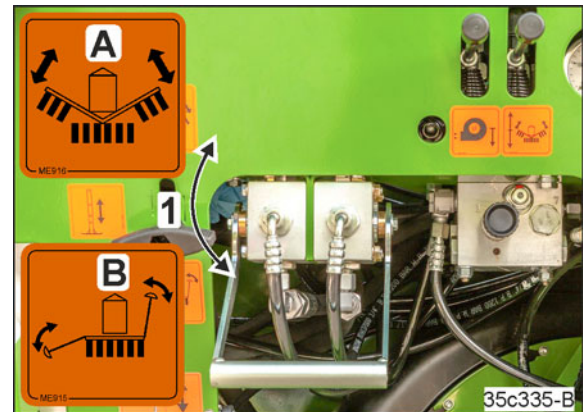

Bild 228
1. Ventilspaken (Bild 228/1) står i läge "B".
3. Ställ ventilspak (Bild 228/1) i läge "A".